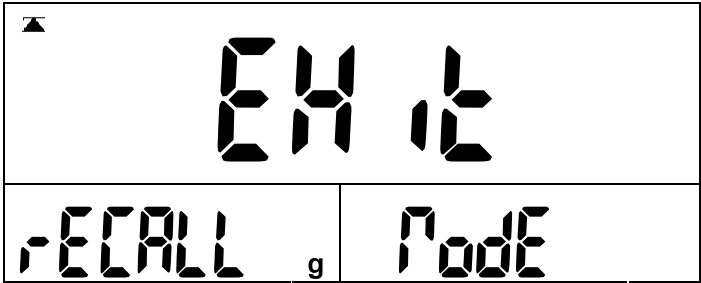

图 5
- 注：① 在有皮重或有调用存储数据有皮重时不能转换单位；
② 在有调用存储数据时，单位转换要退出调用模式。显示如（图 5）；